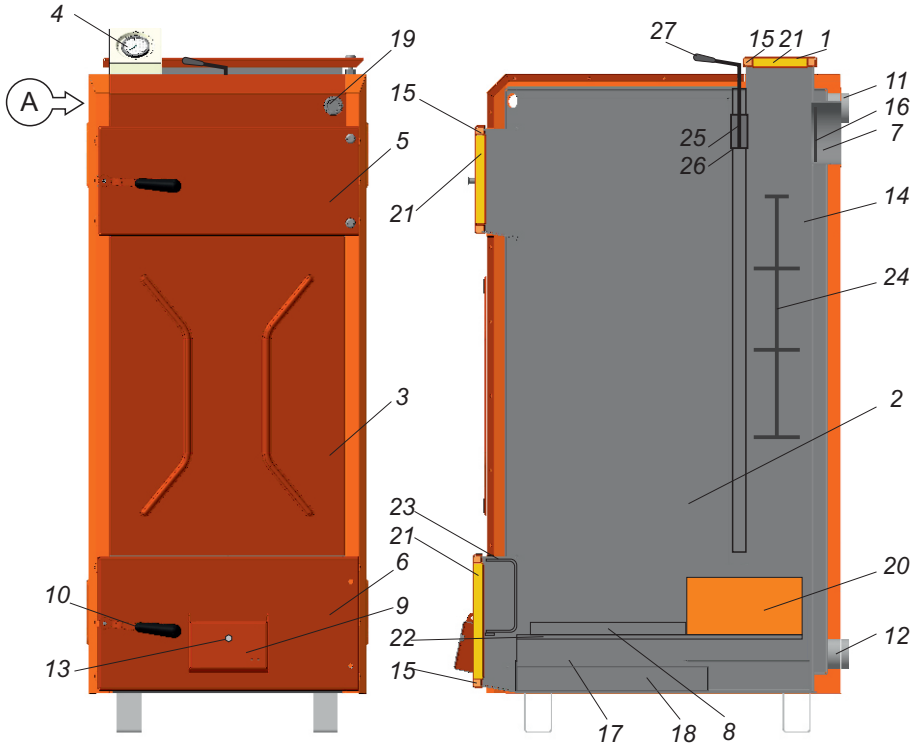

Рис.1 Будова котла
Рис. 1а Стаканчик корпусу котла
Відкрити вручну заслінку і розпалити котел (поз.9 рис.1). Ручкою на регуляторі встановити 60°C . Коли температура води в котлі досягне 60°C , через кілька хвилин стабілізації горіння, підженіть ланцюжок крічком так, щоб заслінка залишалась відкритою на 1 - 2 мм. Тепер можна задавати необхідну температуру. Якщо під час роботи в стабілізаційному стані температура в котлі буде нижче заданої, ланцюжок вкоротіть, якщо вище - подовжить. При цьому на температуру води в котлі можуть вплинути і інші фактори: кількість палива і золи в котлі, інерція котла і всієї опалювальної системи.
а) повністю відкрити шибер (поз.16, 25 рис.1) і заслінку (поз.9 рис.1;) подачі повітря під колосник.
б) через завантажувальну дверку (поз 5. рис.1) на колосник рівномірно вкласти папір, тріску та сухі дрова, завантаживши повну топку. Розмір дров повинен відповідати розміру топки в плані і забезпечувати як поздовжню, так і поперечну їх укладку, що повинно в подальшому сприяти рівномірному заповненню всієї колосникової решітки вуглинами, що горять. Через шуровочну дверку (поз.6, рис.1) розпалити дрова, потім закрити дверку. Після розпалу котла закрити шибер (п.25, рис.1).
1. Закрити заслінку (поз.9, рис.1)
2. Відкрити шибер (поз.25, рис.1)
3. Через одну хвилину після виконання пунктів 1 і 2 повільно відкрити завантажувальну дверку (поз.5, рис.1)
5. Закрити завантажувальну дверку (поз.5, рис.1)
6. Відкрити заслінку (поз.9, рис.1)
7. Після розгорання палива закрити шибер (поз.25, рис.1)